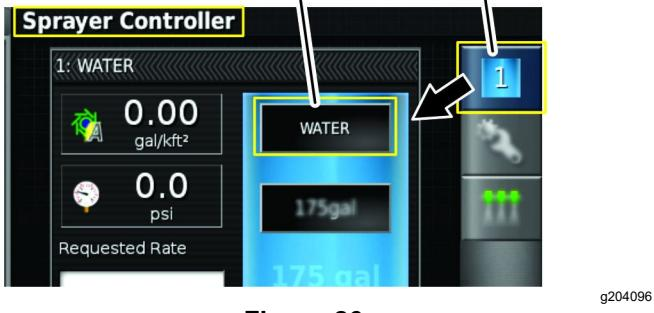

Figura 28
7. En el paso 1 del cuadro de diálogo de configuración de nuevo producto, pulse el icono <Custom Product> (Producto personalizado) y pulse el icono de siguiente (Figura 28).